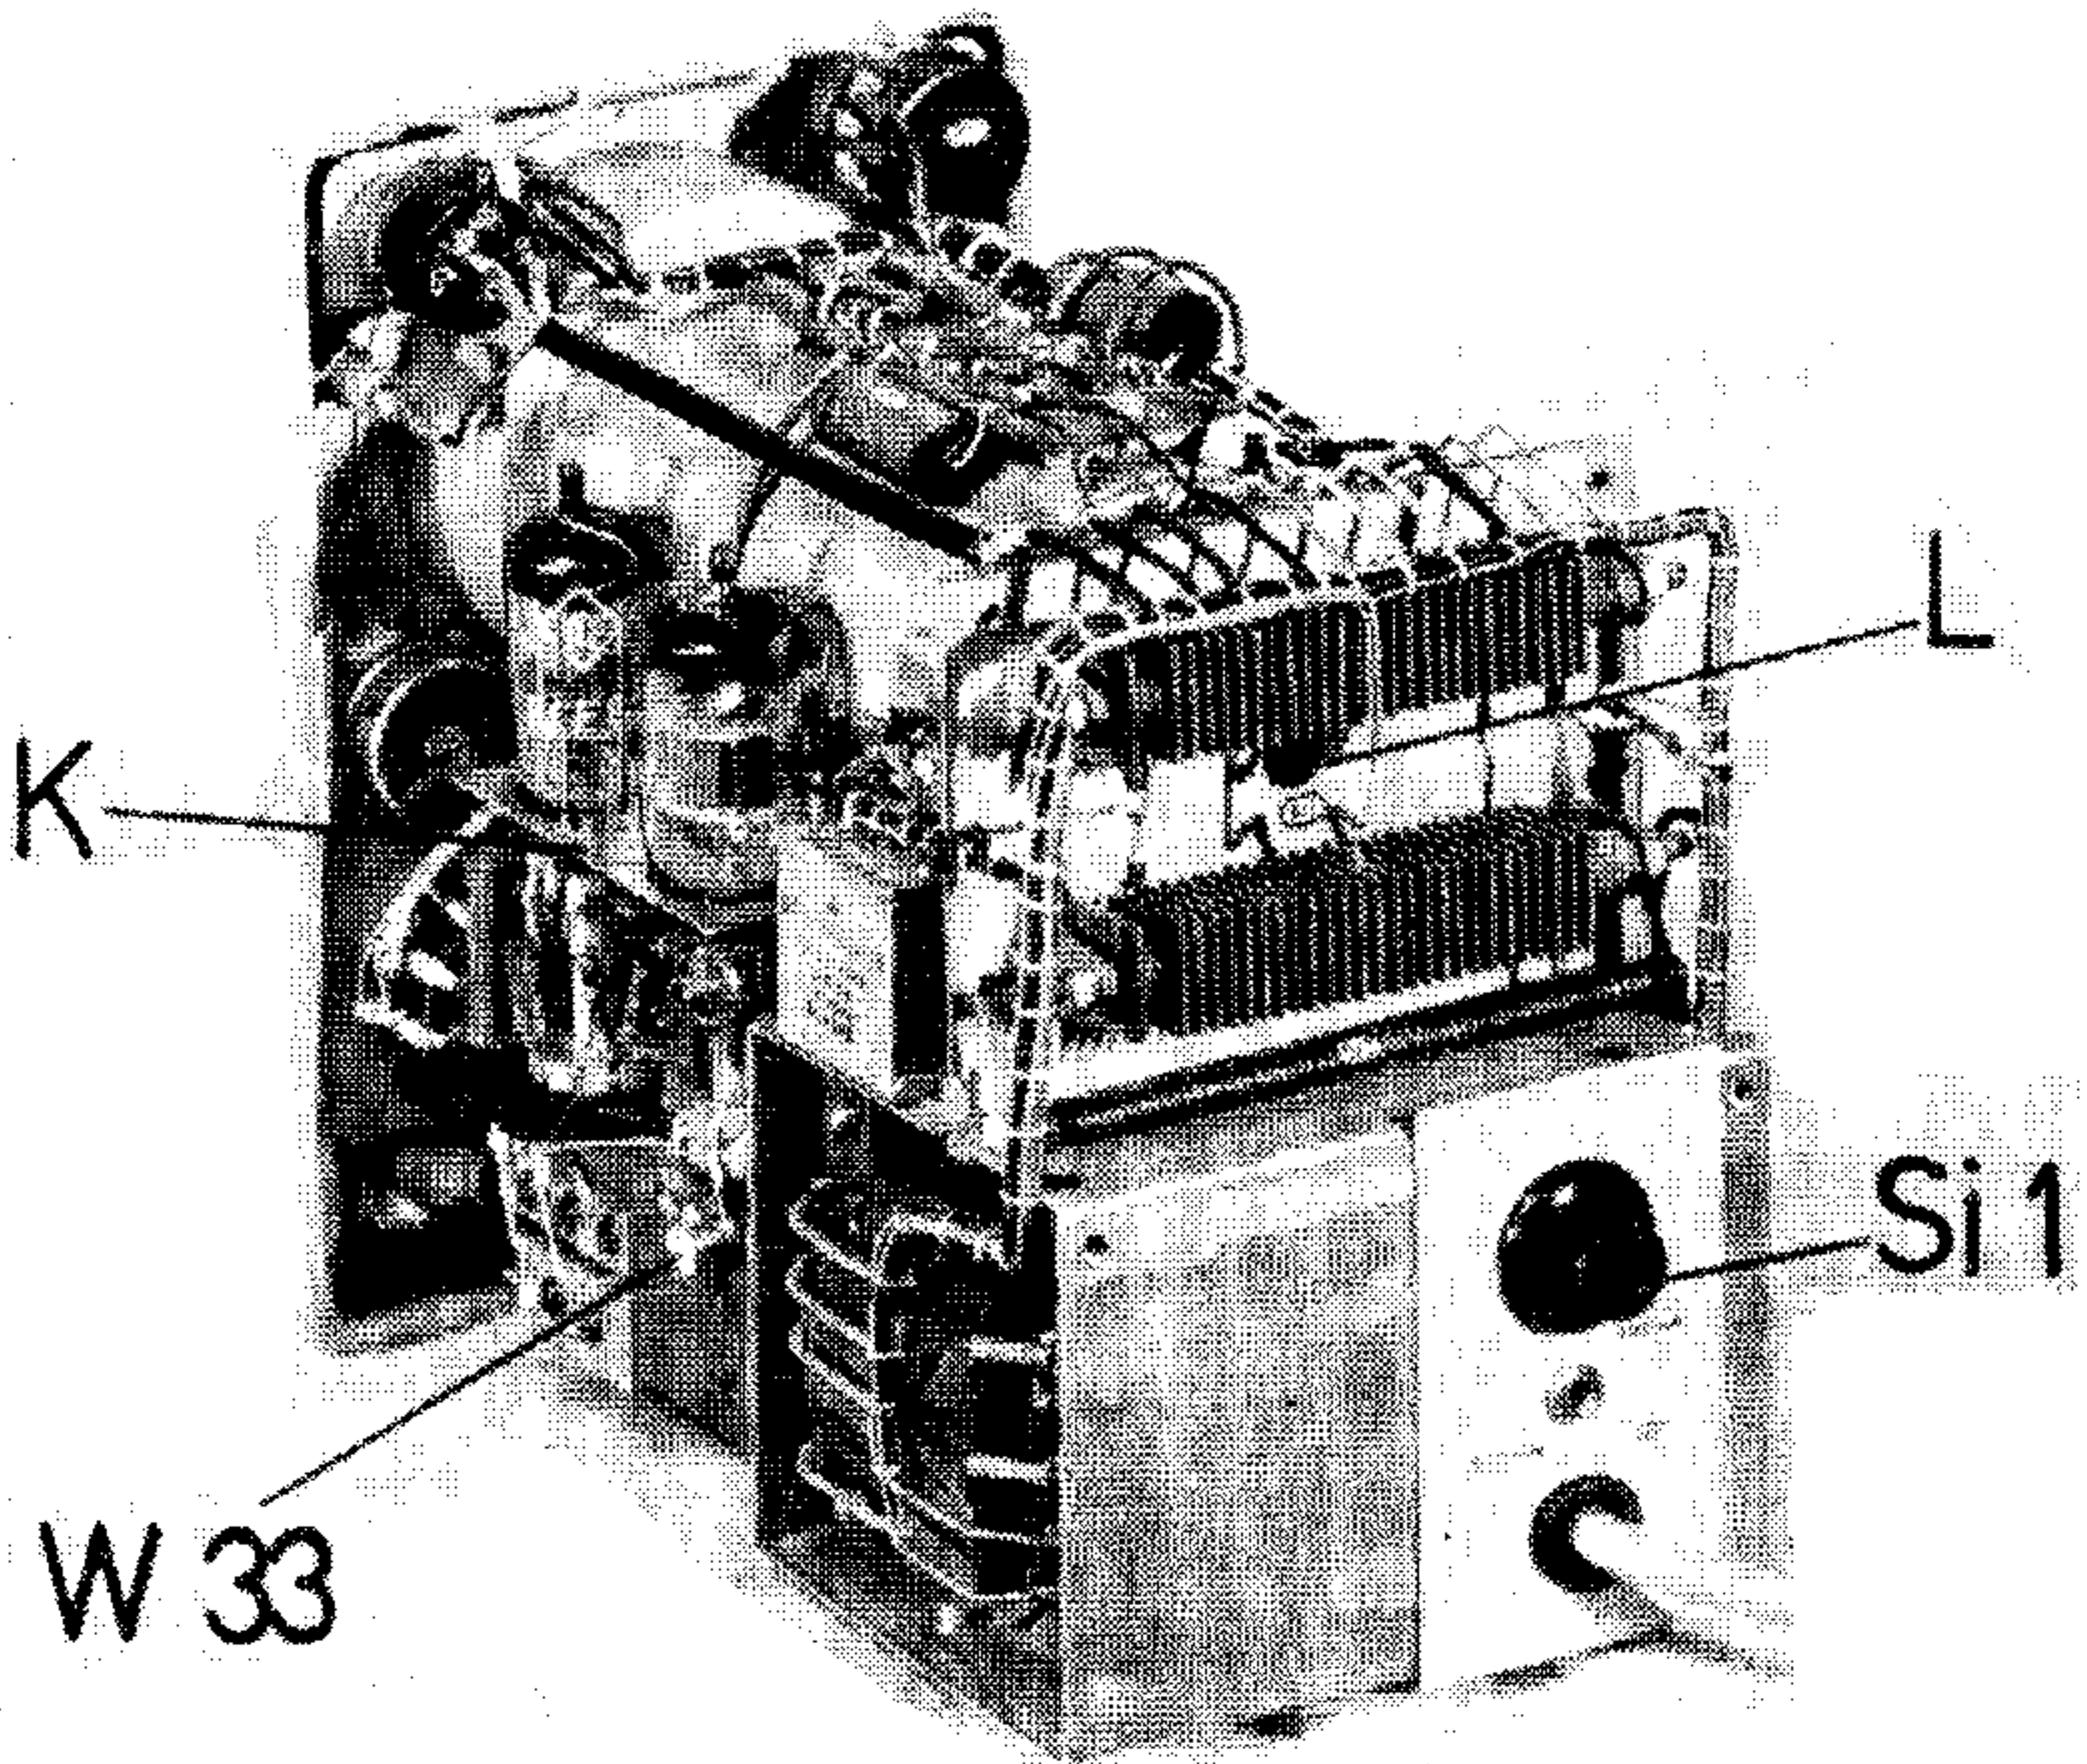

Abb. 3
4. Horizontal-(X-)Verstärker und Kippgenerator (K, Abb. 3)
Das Gerät besitzt einen Schutzkontaktanschluß und ist für eine Netzspannung von $220 \text{ V} \sim \pm 10\%$, 50 Hz, ausgelegt und mit einer trägen Sicherung von 0,25 A abgesichert (Si 1, Abb. 3).
Mit einem im Inneren des Gerätes liegenden Trimmer-Potentiometers (W 33, Abb. 3) kann die seitliche Lage der Zeitbasis korrigiert werden, was besonders bei Röhrenwechsel erforderlich werden kann.
Beim Auswechseln der B 7 S 1 wird nach Entfernung der Haube durch kräftiges Drücken auf den Sockelbolzen der B 7 S 1 (durch das Loch im Netzteilchassis (L, Abb. 3) z. B. mit einem kräftigen Schraubenzieher) bei gleichzeitigem Gegenhalten am Lichtschutztubus die Röhre herausgedrückt. Nachdem die Röhre aus ihrer Fassung herausgeschnappt ist, wird das Gerät leicht nach vorn geneigt, so daß die Röhre herausrutschen kann. Nach dem Einsetzen der neuen Röhre wird in der Regel ein Nachstellen durch geringfügiges Verdrehen der Fassung erforderlich (Fassung läßt sich schwergängig etwas verdrehen), so daß die Zeitbasis wieder genau waagrecht geschrieben wird.